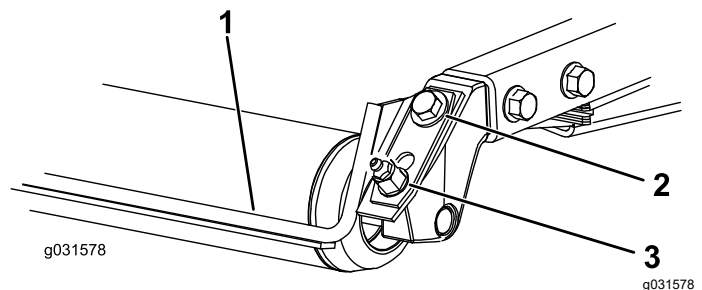

Figura 8
- Desaperte o bocal de lubrificação e o parafuso de fixação (Figura 8).